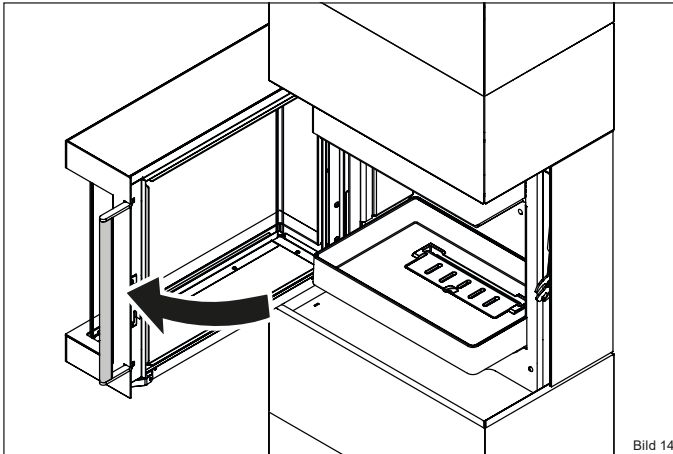

Bild 14
- ▶ Öffnen Sie die Feuerraumtür (Bild 14).
- ▶ **Öffnen Sie die Feuerraumtür (Bild 14).**